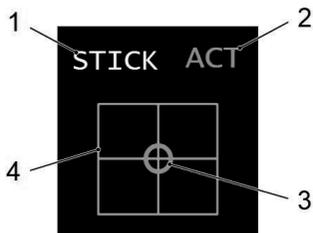

Рисунок 15. Индикация состояния и положения УБРУ
Индикация состояния и положения УБРУ на странице FCS приведена на рис. 15.
Таблица 9. Условные обозначения к рис. 15:
- надпись STICK белого цвета [1] Рис. 15- наименование УБРУ;
- индикатор активности [2] Рис. 15 отображается в трех вариантах:
- индикатор состояния и положения УБРУ [3] Рис. 15 отображается в виде окружности в четырех вариантах: